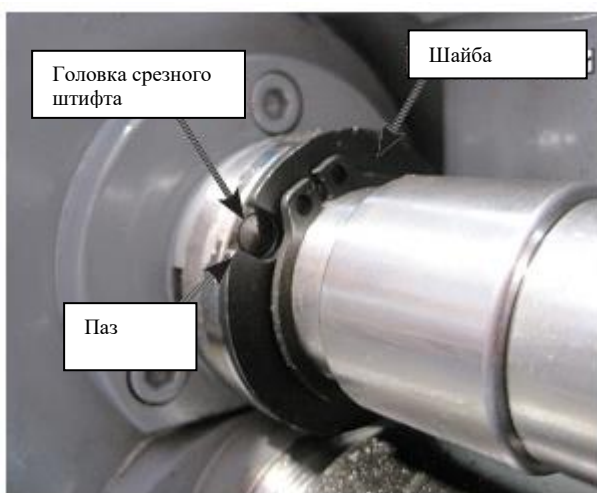

Рис. 104. Шайба / штифт выровнены.
3. Поверните шайбу так, чтобы паз совпал с головкой срезного штифта (Рис. 104).